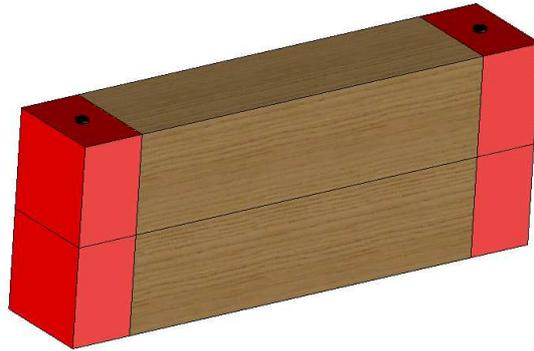

Figure 3 : Assemblage des carrelets
- Cheviller les deux carrelets ensemble à l'aide de chevilles au diamètre du trou (Figure 3).
- Cheviller les quatre carrelets ensemble à l'aide de chevilles au diamètre du trou (Figure 3).